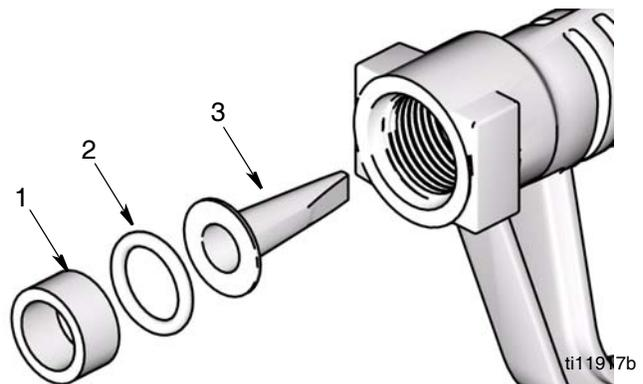

FIG. 2
1. Deslice la tapa giratoria (A) por encima de la manguera, con el extremo pequeño primero, para acceder al accesorio giratorio (B).
2. Utilice dos llaves, una en la planchuela del medidor (C) y otra en el accesorio giratorio, para aflojar el accesorio.
4. Utilice su dedo o un palillo de escarbadientes para quitar el espaciador (1), la junta o-ring (2) y el filtro (3) del medidor. Desehágase del espaciador y la junta o-ring y utilice los nuevos provistos con el kit (FIG. 2).